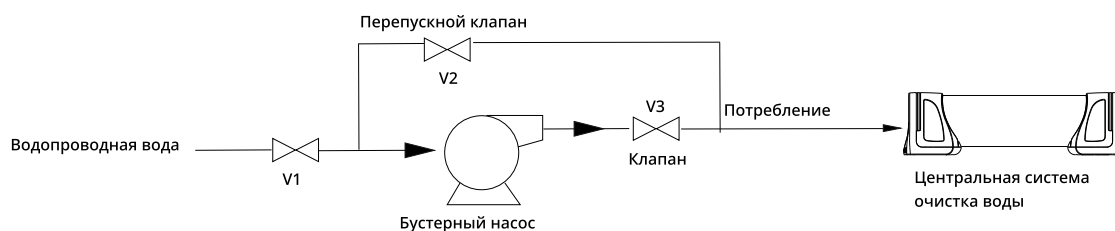

Рис. 4. Схема установки подкачивающего насоса
2. Если давление воды на входе слишком низкое, менее 0,1 МПа в течении длительного времени, необходимо установить бустерный насос. (Как показано на рис.4)
- б. Когда входное давление ниже 0,1 МПа, откройте впускной клапан V1. клапан V3, закройте перепускной клапан, чтобы водопроводная вода текла через бустерный насос. (Как показано на рис.4)